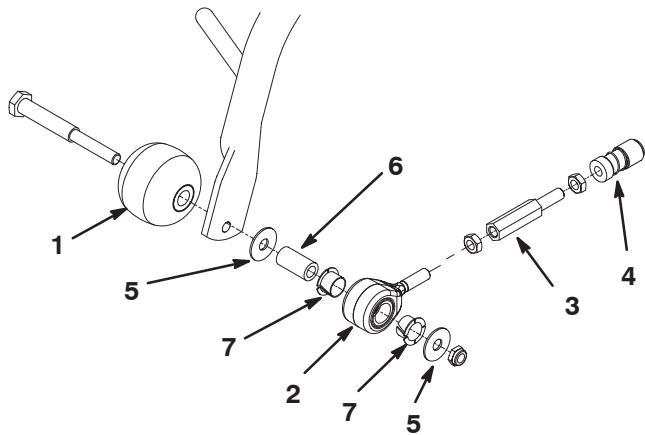

Figure 9
- À l'aide d'un arbre, d'une entretoise, de rondelles et d'un contre-écrou, montez un rouleau anti-scalp et un ensemble tirant à l'extrémité extérieure de chaque bâti porteur avant (Fig. 9). Veillez à disposer les composants tel qu'illustré et assurez-vous que les bagues en nylon sont engagées dans l'ensemble tirant.